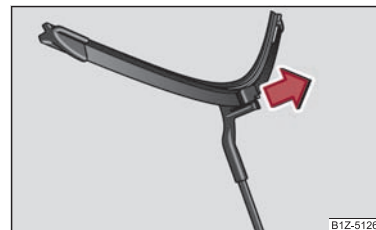

Fig. 51 Lamela ștergătorului de parbriz
- Trageți lamela în sensul indicat de săgeata ⇒ fig. 51 ⇒ .
- Rabatai braele ștergătoarelor pe parbriz și puneți contactul. Prin apăsarea manetei ștergătoarelor în poziția ④ ⇒ pagina 59, fig. 51 sau la deplasarea cu viteze peste 4km/h, braele ștergătoarelor revin la poziția de repaus.